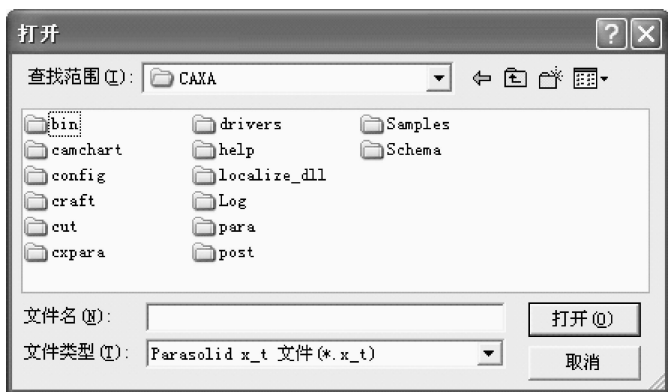

图 3-69 “打开”对话框
(1) 单击主菜单【造型】→【特征生成】→【实体布尔运算】, 或者直接单击“实体布尔运算”按钮, 弹出“打开”对话框, 如图 3-69 所示。